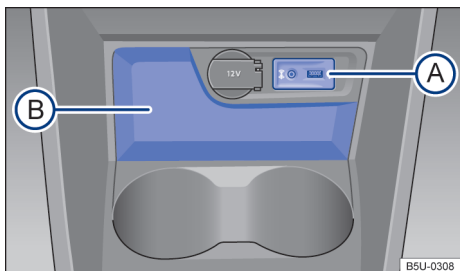

Fig. 107 No console central dianteiro: porta-objetos.
No console central dianteiro, existe um porta-objetos aberto → Fig. 107 (B).